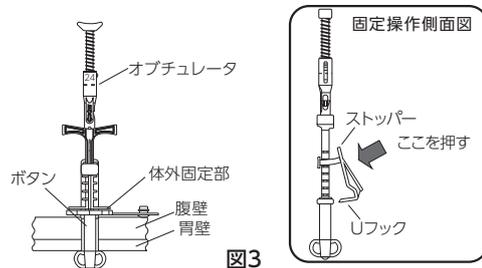

図3
2. 留置されているボタンのキャップを開け、ボタンの内腔にオブチュレータを挿入する。オブチュレータのストッパーをスライドさせ、Uフックでボタンの体外固定部とオブチュレータを固定する。(図3)